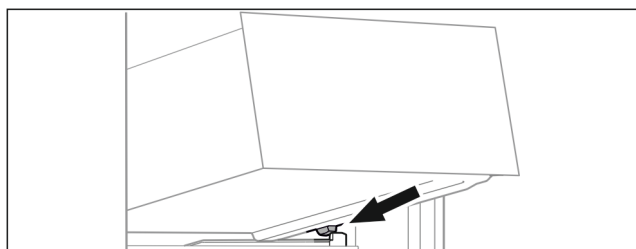

Fig. 98
- ▶ Sæt skuffen skråt bag stoppene på beholderristen. (se Fig. 98)